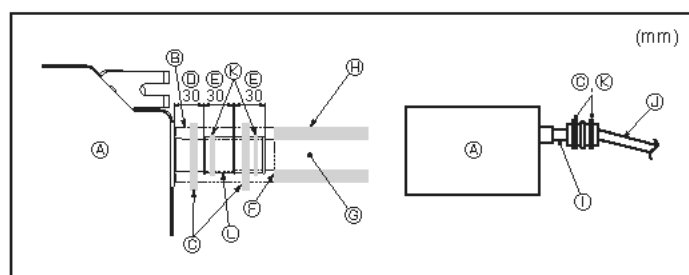

Fig. 6-2
1. Koble dreneringsmuffen (følger med enheten) til avløpsporten. (Fig. 6-2) (Fest slangen ved hjelp av PVC-lim og fest det deretter med et bånd.)